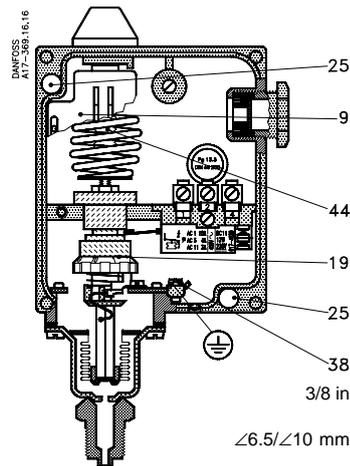

Fig. 2. RT 5A
**Indstilling** Se fig. 2, 3 og 5